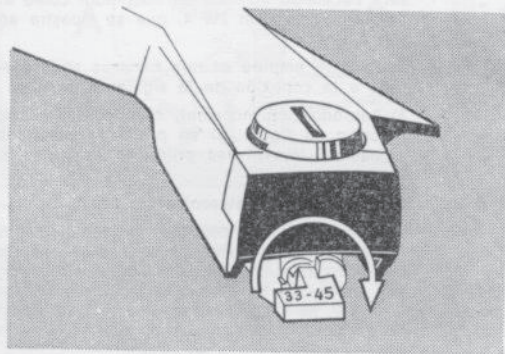

Fig. 10
**Drehzahl** bei leichtem Druck auf den Umstellknopf (5) einstellen.
**Tonabnehmersystem** auf entsprechende Plattenart schalten (Fig. 10).
Placer le bouton de la cellule de pick-up sur le type de disque employé (fig. 10). Chaque disque porte sur son étiquette une mention indiquant le type de sillon: **N**, **M** ou **Ⓢ** et la vitesse de rotation: 16, 33, 45 ou 78 tr/min.
**La velocidad** se ajusta con el mando correspondiente (5).
**Célula del fonocaptor:** regúlese en la posición correspondiente al tipo de discos a reproducir (fig. 10).